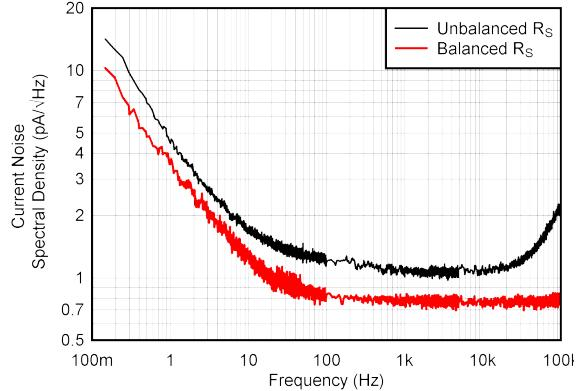

図 7-25. 電流ノイズ・スペクトル密度と周波数 (RTI) との関係
- (7) このパラメータは、高速自動テスト環境でテストされており、長時間の時定数による熱の影響は受けません。熱による影響は、電源電圧、レイアウト、ヒートシンク、エアフロー条件によって異なります。
- (8) RTI の合計電圧ノイズは、 $e_{\text{N(RTI)}} = \sqrt{[e_{\text{NI}}^2 + (e_{\text{NO}}/G)^2]}$ で表されます。
- (9) 不平衡な入力インピーダンスに対して規定される入力電流ノイズ密度。バイアス電流のキャンセルにより、平衡化システムに対するノイズ性能が改善されます。図 7-25 を参照してください。